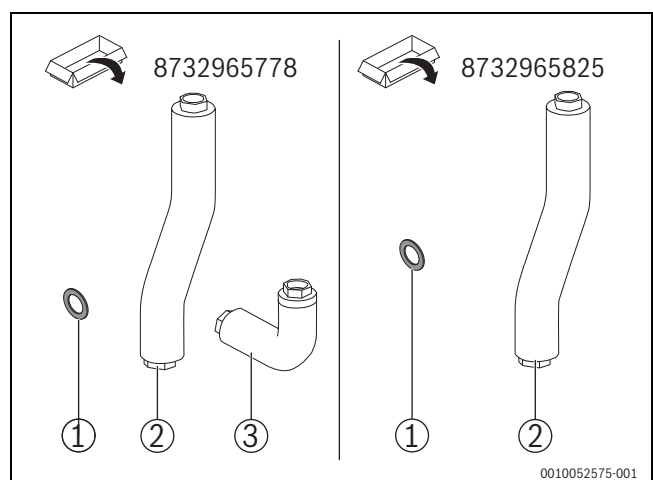

Fig. 3 Assemblages de la tuyauterie en option
L'assemblage de la tuyauterie HF-Set HYC40B comme composant hydraulique central permet, en liaison avec d'autres assemblages de tuyauterie optionnels (→ fig. 3), le raccordement d'une unité extérieure de pompe à chaleur à un générateur de chaleur au sol conventionnel. Lors de l'installation d'un ballon d'eau chaude sanitaire, différentes variantes d'installation (A/B/C) sont possibles.
- Assemblage de la tuyauterie pour le raccordement des sets du circuit de chauffage (→Fig. 3, [1 - 3]).